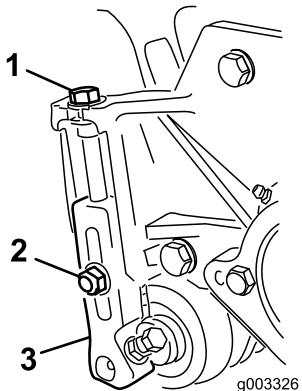

Figura 24
1. Allentate i dadi di bloccaggio che fissano i bracci dell'altezza di taglio sulle piastre laterali dell'apparato di taglio (Figura 24).